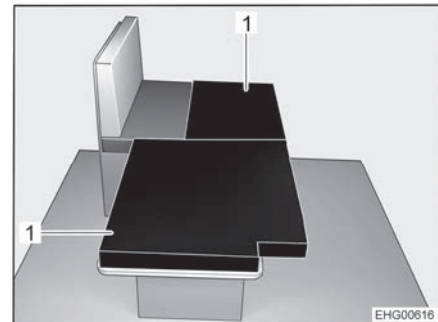

Bild 63 Nach dem Umbau
- Die beiden Zusatzpolster (Bild 63,1) wie abgebildet auf den abgesenkten Tisch legen.